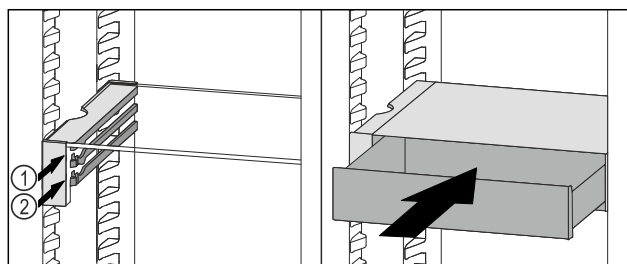

Fig. 246
- Aseta VarioSafe-vetolaatikko rajoittimien taakse halutulle kannattimelle Fig. 246 (1) tai Fig. 246 (2).